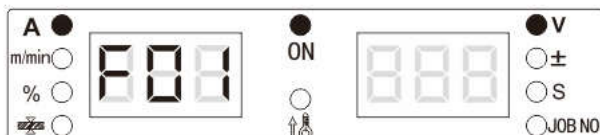

Рисунок 3-31. Отображение функции восстановления заводских настроек F01 на цифровых дисплеях
2. Поворотом регулятора панели управления установите выбор функции F01 (см. Рисунок 3-31).